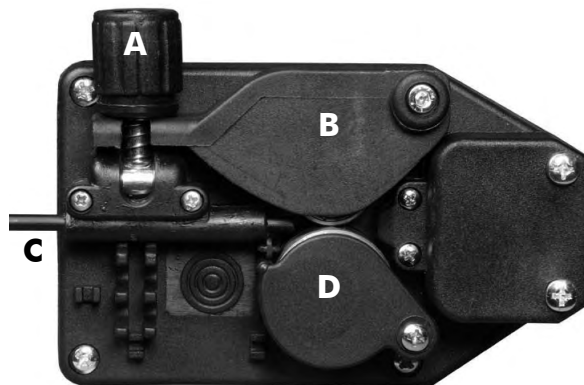

Abbildung 5
- Schrauben Sie die Mutter (1) der Haspel (Trommelbremse) ab und entfernen die Feder (2) und den Außenring (3).
- Die Spule (4) nach Entfernung der Plastikummhüllung wieder in die Haspel einlegen. Den Außenring (3), die Feder (2) und die Plastikmutter (), die das Bremssystem für die Spulengeschwindigkeit bilden, wieder an Ort und Stelle bringen. **BITTE BEACHTEN:** Die Mutter darf nicht zu fest angezogen werden; ist der Druck zu hoch, wird der Motor für die Bewegung des Drahtes überbeansprucht. Ist er zu schwach, hält die Spule bei Beendigung der Schweißarbeiten nicht sofort an.
- Plastikdrehgriff lockern (A) und senken und die Drahthebel anheben (B) (Abb.5). Etwaige Drahtrückstände aus der Drahthülle entfernen.
- Draht aus der Spule lassen und mit einer Zange so festhalten, der er sich nicht abwickeln kann. Das Ende vor dem Einführen in die Führung (C) ggf. gerade biegen. Draht so einführen, dass er über den unteren Rollen (D) verläuft und die Drahthülle eintritt.